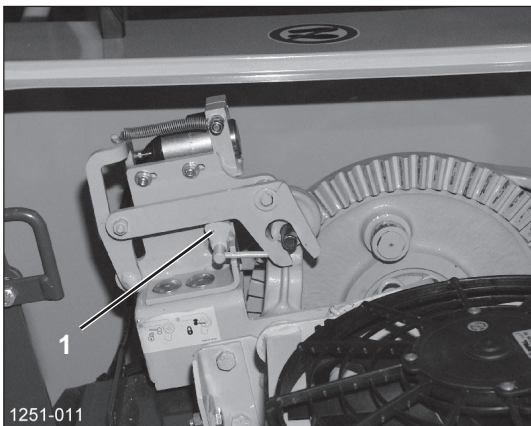

Рисунок 27
- Переведите поворотный рычаг фиксатора вязальщика перед выполнением чистки вязального аппарата в положение фиксации: кулачок [1] поворотного рычага должен смотреть вертикально вверх (Рисунок 27).